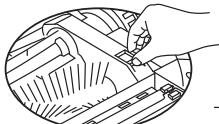

Рис. 1
- Сдвиньте предохранительную защелку вперед и поднимите крышку большим пальцем правой руки, а затем левой рукой поднимите штанку средней щетки. (см.рис. 1 и рис. 2)